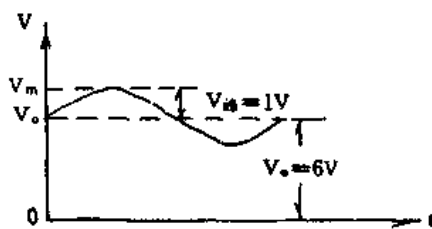

图 2-27
①注意电解的生产日期,一般电解上都标明制造时间,应尽量选用近期产品。如无日期或日期看不清楚时,可用万用表测试漏电阻或容量,也可直接代换后看效果。
②电解的耐压应高于原电解所在电路处的电压。如果电路中同时存在交直流分量时,那么交流电压的峰值与直流电压之和不能超过电解的耐压。如图2-27所示,若某一电解的耐压为10V,那么 $(V_0 + V_m)$ 不能超过10V。焊接电解时要特别注意其极性。一般电解不专门用于交流电路,因交流在负半周时会使电解漏电增大,但如果有直流作为“偏置”以保证电解“正向”运用的话,还是可以的。电解一般用于整流滤波或脉动电路中。